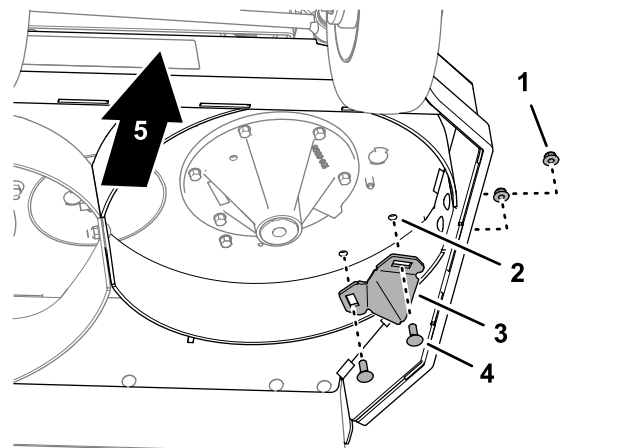

Bild 9
3. Entfernen Sie an der unteren rechten Seite des Mähwerks die beiden Schlosssschrauben ($\frac{3}{8}$ " x 1") und die beiden Sicherungsbundmutter ($\frac{3}{8}$ "), mit denen das Anschlussstück des Ablenklechs befestigt ist, und entfernen Sie das Anschlussstück des Ablenklechs (**Bild 9**).